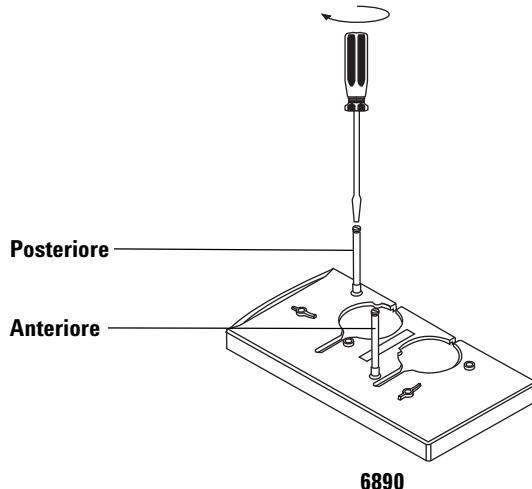

Figura 16 Installazione delle staffe di montaggio (GC 6890)
- **GC serie 6890.** Installare nel coperchio d'ingresso in posizione anteriore o posteriore, a piacere. La staffa deve essere ruotata fino in fondo (Figura 16).